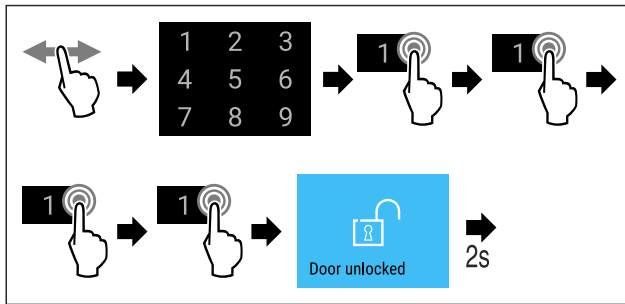

Fig. 77 Durų užrakinimas naudojant durų kodą 1 1 1 1.
- ▶ Atlikite veiksmus (žr. Fig. 77).